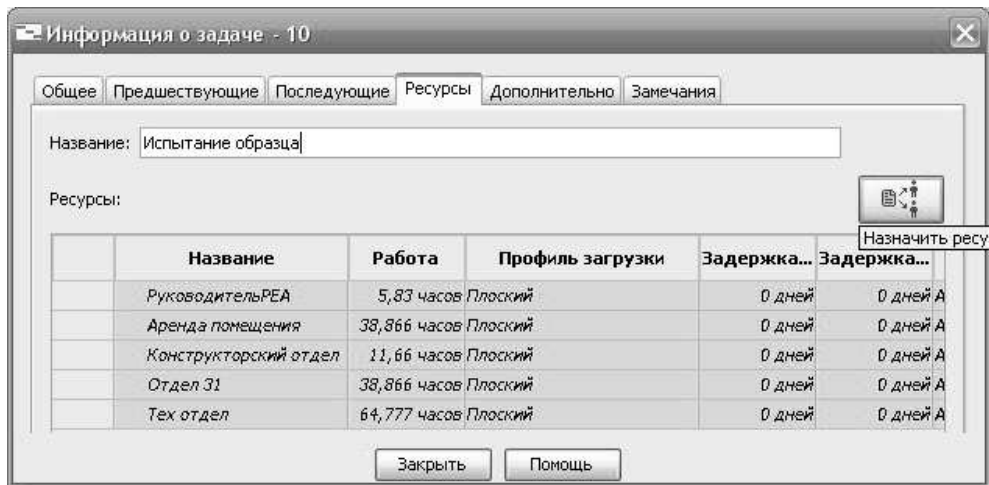

Рис. 5.9 – Назначение ресурсов задачам
13. Назначить ресурсы задачам (рис. 5.9–5.10). Данные вводить в *Представление Gantt* из таблицы 5.7.